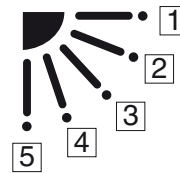

Fig. 7-11
* Dados de definição “**YYYY**” (consulte a Fig. 7-11)
Quando a posição do flape estiver definida para 4 ou 5 e a unidade estiver no modo de arrefecimento ou desumidificação, a posição do flape move-se para 3 e o funcionamento tem início. (consulte a Fig. 7-11)
O flape oscila durante o funcionamento em “Configurar o flape separadamente”. Neste ponto, os flapes não seleccionados movem-se para a posição 1. (consulte a Fig. 7-11)